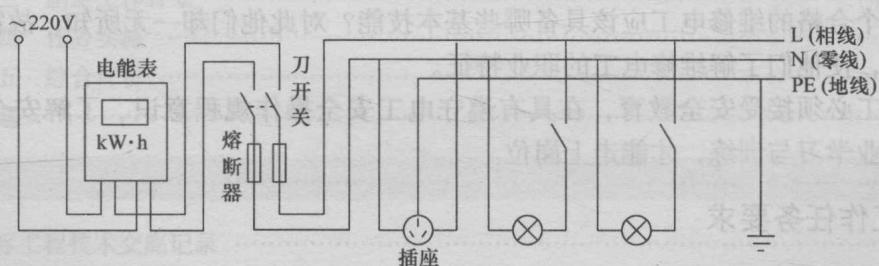

图 1-1 某家庭单相交流小功率用电设备的电路图
(1) 基础用电知识 单相交流电是指在电路中只具有单一的交流电压，在电路中产生的电流、电压都以一定的频率随时间变化。单相交流电路在日常生活中非常普遍，在我国，家庭和小功率的用电设备都使用单相交流电。图 1-1 为某家庭单相交流小功率用电设备的电路图。